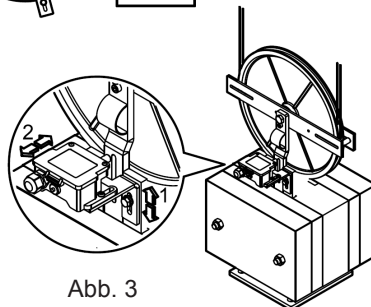

Abb. 3
- Die Befestigung des Sicherheitsschalters ist senkrecht so einzustellen, dass der Sicherheitsschalter nicht betätigt wird (Abb. 3 – Pos. 1).
- Die horizontale Korrektur der Schaltposition am Sicherheitsschalter ist über Langlöcher möglich (Abb. 3 – Pos. 2).